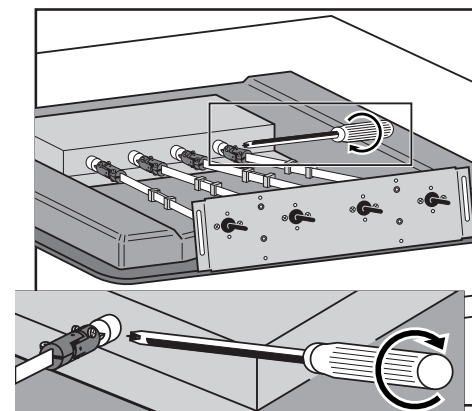

fig. 6
- Placez les raccords à cardan (voir fig. 6) dans l'ordre sur les goupilles de robinet de la plaque de cuisson. Placez le raccord en biais à environ 10 mm de la goupille et vissez-le.
- Placez les raccords à cardan sur les goupilles de robinet de la plaque de cuisson. Placez le raccord en biais à environ 10 mm de la goupille et vissez-le (voir fig. 6).